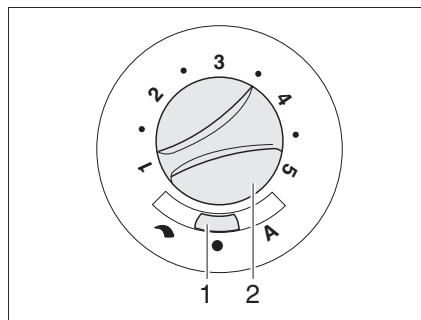

Fig. 110 Conmutador de mando para ventilador de circulación de aire (12 V)
- Ajustar el conmutador deslizante (Fig. 110,1) en "↶" (regulación manual) o "A" (modo automático).
- Cuando en el conmutador deslizante (Fig. 110,1) está ajustado "↶" (regulación manual): Ajustar la potencia deseada del ventilador de circulación de aire con el botón giratorio (Fig. 110,2).
- Ajustar el conmutador deslizante (Fig. 110,1) en "●" (Off). Con el funcionamiento de la calefacción esta posición del conmutador no tiene función.